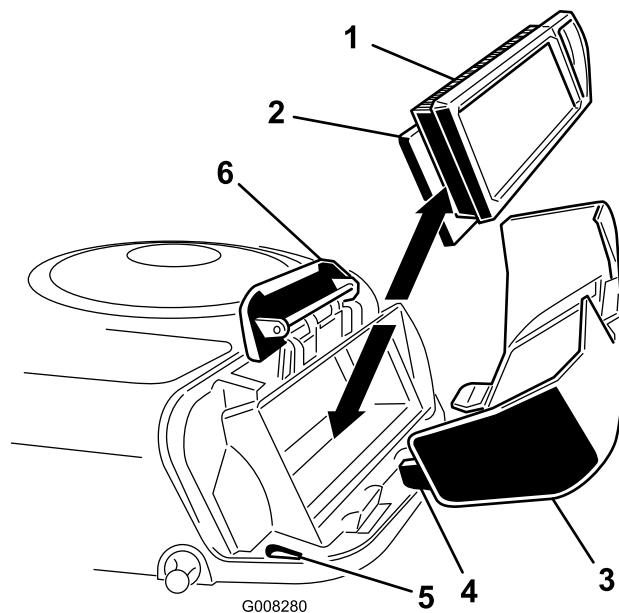

Figura 22
4. Deslice cuidadosamente el filtro de papel y el filtro de gomaespuma para retirarlos de la carcasa del soplador (Figura 22).
2. Alinee las pestañas de la tapa del limpiador de aire con las ranuras de la carcasa del soplador (Figura 22). Enganche el asa en la tapa y empuje hacia abajo el asa para fijar la tapa.